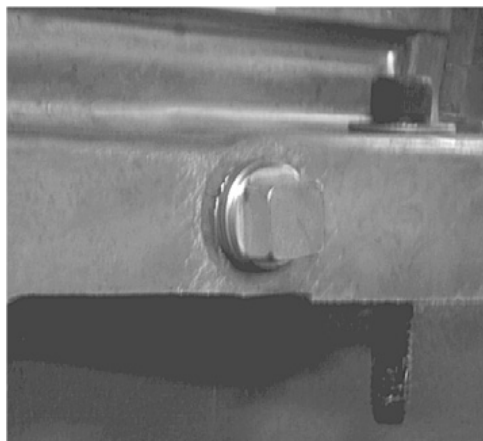

Figura 10.7: Procedimiento para el cambio de aceite
- Retire el tapón de drenaje (Figura 10.7 de la página 97) para drenar completamente el aceite del motor, vertiendo el aceite extraído en un recipiente adecuado.